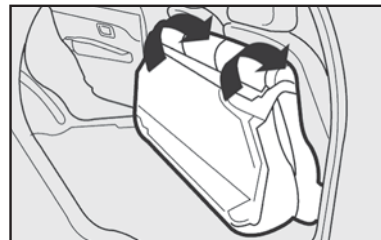

fig. 84
5) Em seguida, rebater o banco traseiro inteiro para a frente de maneira a obter uma única superfície de carga **fig. 84**.
Para repor o banco na posição normal fig. 84: